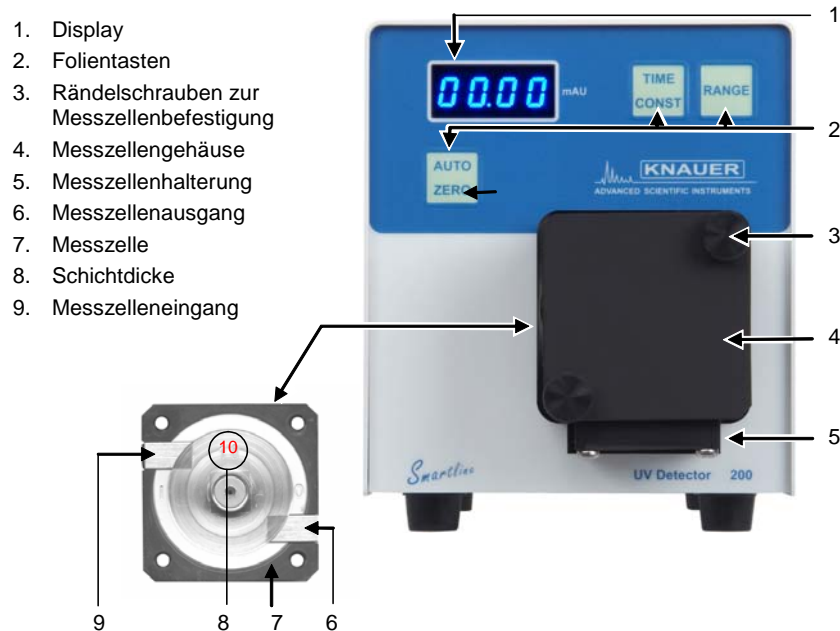

Abb. 2 Frontansicht des Smartline UV Detector 200 und der Messzelle
Nach dem Einschalten erscheinen auf dem Display, siehe 1 in Abb. 2, die Version der internen Software, wie **3.01**.
Siehe Folientasten (2) in Abb. 2 „Frontansicht des K-200 UV Detektors“.